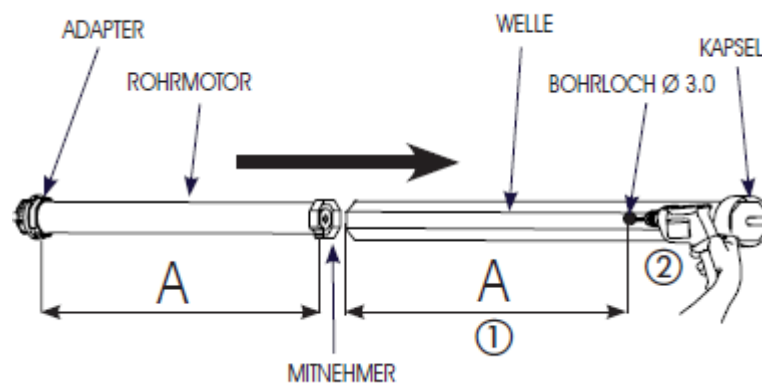

Abb. 3
1. Mit einem Bohrer $\varnothing 3$ mm ein Bohrloch in die Welle (Abb.3,Bez.2) im Abstand A (Abb.3, Bez. 1).